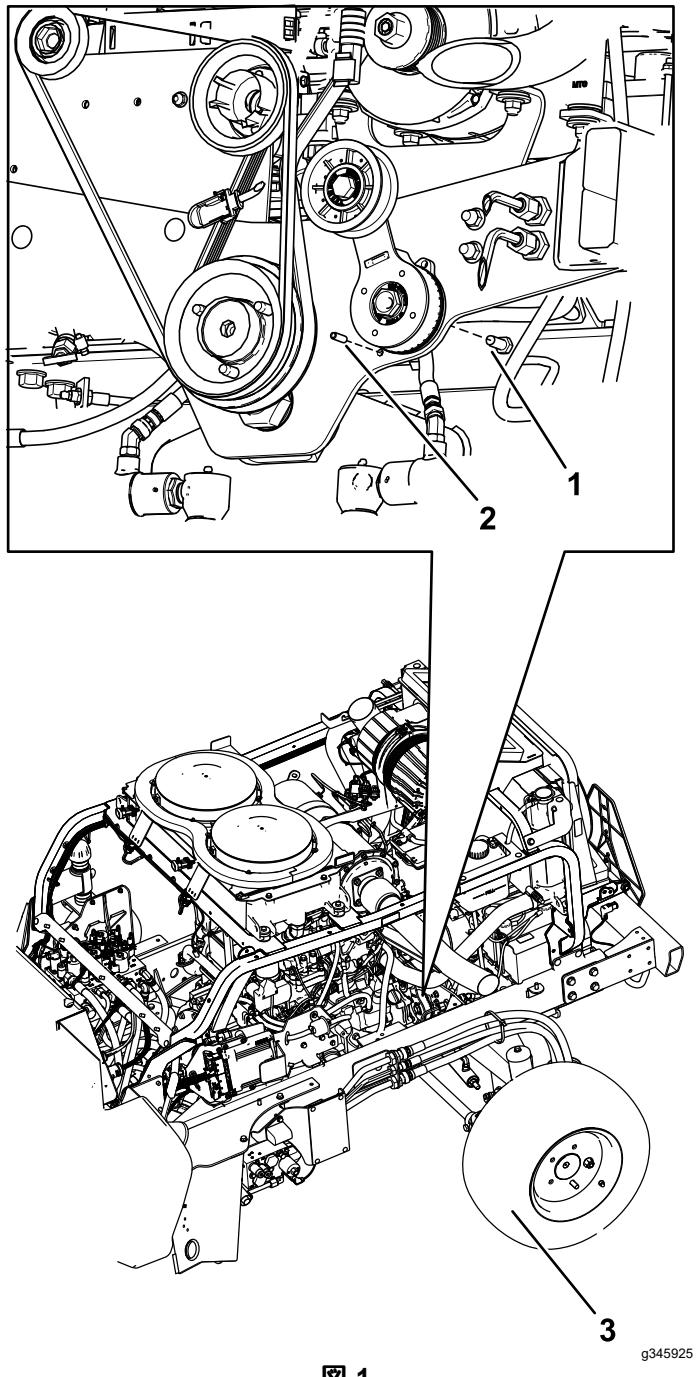

図 1
3. 図 1に示すロールピン、ボルト、既存のアイドラプーリを外す。